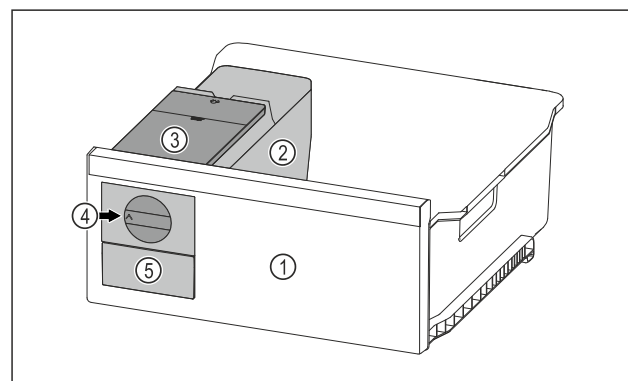

Fig. 179 Représentation à titre d'exemple
- Tourner le bouton rotatif Fig. 179 (4) dans le sens horaire jusqu'à la butée.
- Les glaçons tombent du bac à glaçons dans le tiroir à glaçons Fig. 179 (5).